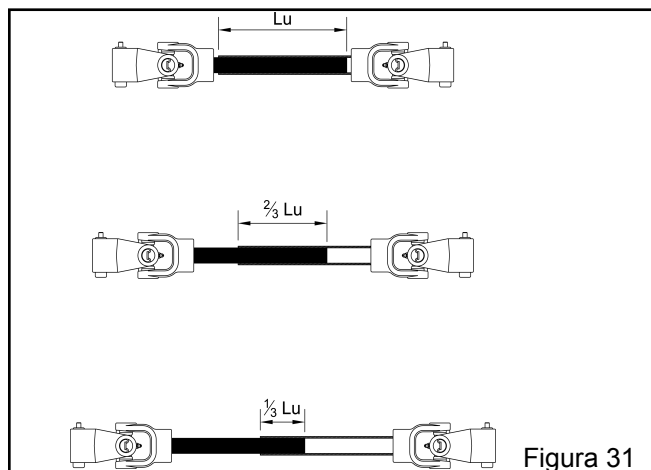

Figura 31
g) Recomenda-se que, a máquina deslocando-se em linha reta, a área de contato entre o macho e a fêmea deve ser de pelo menos de 2/3 do comprimento do cardan fechado (medida L – Figura 31), em condições críticas, ao fazer curvas fechadas, esta medida não pode ser menor que 1/3 do comprimento.